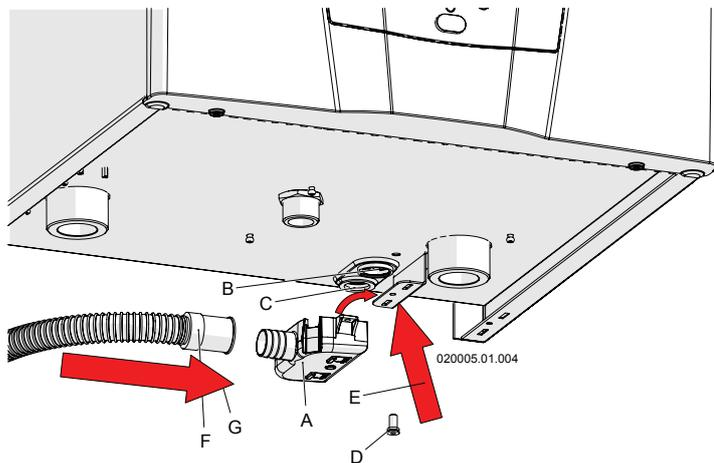
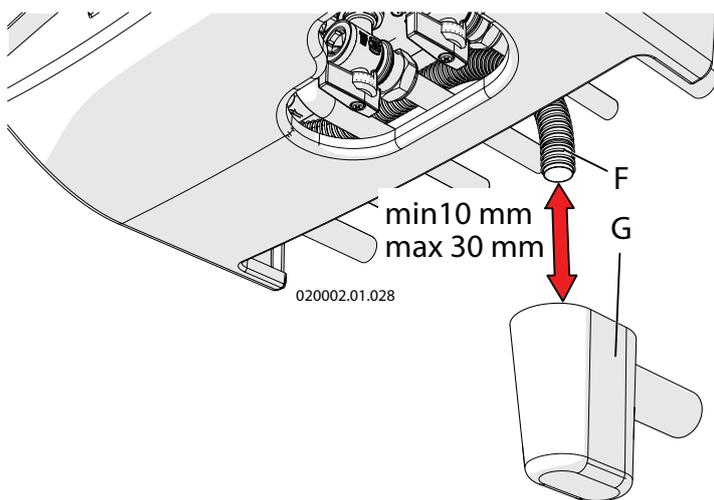

Figura 5-5 - Collegamento scarico valvola di sicurezza e scarico condensa
Figura 5-7 - Imbuto sifonato (a richiesta)
L'apparecchio è predisposto all'interno di un sifone per l'evacuazione dei condensati (vedere figura 3-2 particolare "33") e per prevenire la fuoriuscita dei prodotti della combustione, la cui terminazione corrisponde al condotto "B" di cui alla figura 5-5. Tale terminazione deve essere convogliata in un ulteriore sifone antiodori (figura 5-7 particolare "G") in modo da prevenire il ritorno di cattivi odori in ambiente (il sifone antiodori "G" è fornito su richiesta).
La vaschetta "A" è fornita già montata come indicato in figura 5-5 e fissata con la vite "D", il tubo di scarico "F" è anch'esso installato come indicato in figura 5-5.
- ☞ per locale ad uso abitativo e per locale ad uso ufficio con un numero di utenti superiore a 10, può essere collegato all'impianto di smaltimento reflui domestici a mezzo di opportuno sifone con disgiunzione atta a prevenire la pressurizzazione del sistema (sifone predisposto all'interno dell'apparecchio) e a prevenire il ritorno di cattivi odori dalla fogna (particolare "G" di figura 5-7). Se il locale ad uso ufficio ha un numero di utenti inferiore a 10, prima del collegamento con lo scarico dei reflui domestici è opportuno un neutralizzatore di condense (vedere il capitolo 9 per il valore di acidità delle condense e per la quantità).
L'apparecchio è protetto contro le sovrappressioni, da una valvola di sicurezza tarata a 3 bar (vedi figura 3-2 particolare "30"). Lo scarico della valvola di sicurezza (particolare "C" di figura 5-5), insieme allo scarico condensa (particolare "B" di figura 5-5) deve essere convogliato ad un tubo "F" (vedi figura 5-5) di diametro interno minimo di 13 mm; il tubo "F" deve poi essere portato al sifone antiodori (particolare "G" figura 5-7). Tale scarico con sifone è atto ad evitare sovrappressioni in caso di apertura della valvola e da modo all'utente di verificarne l'eventuale intervento. Il tubo "F" di figura 5-7 è fornito montato di serie insieme alla vaschetta "A" di figura 5-5. Il sifone antiodori "G" di figura 5-7 è fornito su richiesta.